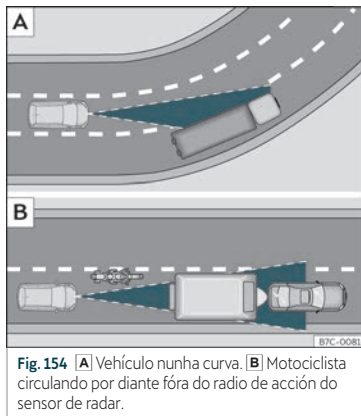

Fig. 154 **A** Vehículo nunha curva. **B** Motociclista circulando por diante fóra do radio de acción do sensor de radar.
O ACC podería non detectar en curva o vehículo precedente ou podería regular a distancia con vehículos que se atopan noutros carrís»» fig. 154 [A].
- Vehículos que circulen sen aliñación ou fóra da zona de detección do sensor, por exemplo, motocicletas»» fig. 154 [B]